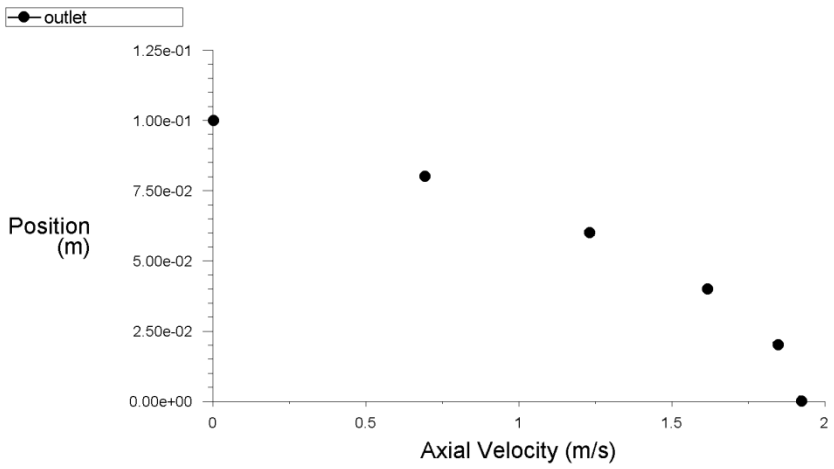

Рис. 1.68
- 4) Нажимаем кнопку Plot, в графическом окне будет изображен профиль осевой скорости. По оси абсцисс будет отложена продольная скорость, а по оси ординат – радиальная координата, рис. 1.68.